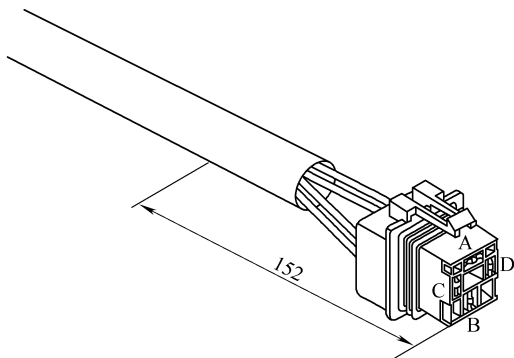

图 6-84 测量 152mm 导线, 拆下护罩
② 从插头正面向后测量 152mm, 并拆下导线护罩, 如图 6-84 所示。